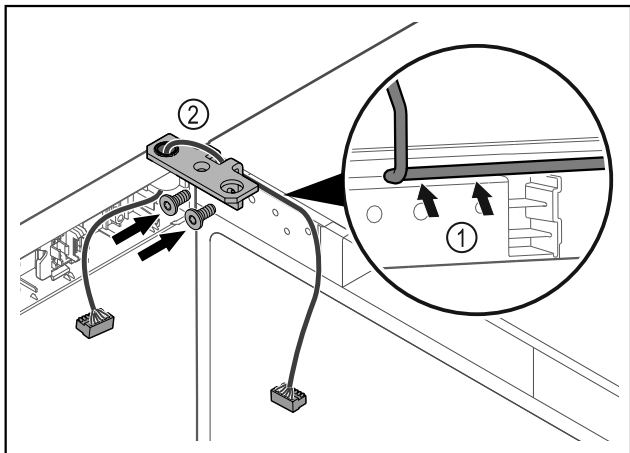

Fig. 44
- Läg kabeln genom gångjärnsfästets urtag och dra den försiktigt Fig. 44 (1).
- Skruva fast gångjärnsfästet Fig. 44 (2).